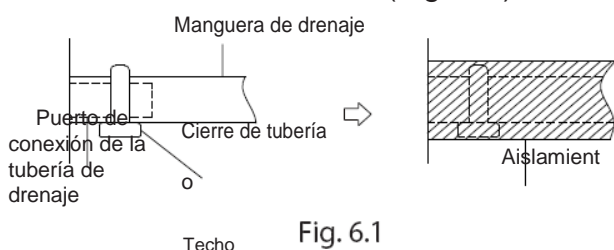

Fig. 6.1
2. Conecte la boca de la manguera de drenaje a la tubería de salida de la unidad. Cubra la boca de la manguera y sujétela firmemente con un cierre de tubería. (Fig. 6.1)